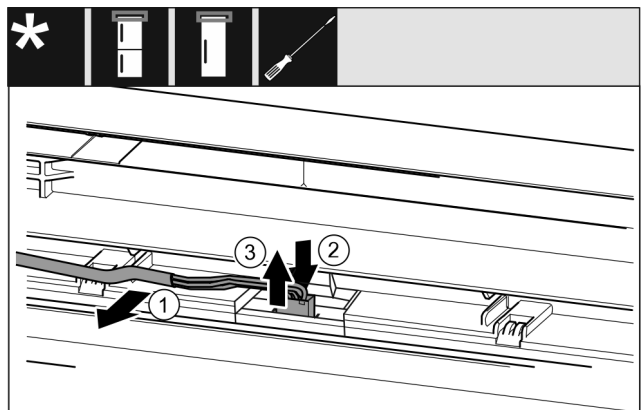

Fig. 20
- Irrota harmaa johto varovasti ovenssa olevasta ohjaimesta. Fig. 20 (1)
- Paina pistokkeen takana olevaa kielekettä taaksepäin. Fig. 20 (2)
- Vedä pistoke ulos nostamalla sitä varovasti ylös. Fig. 20 (3)